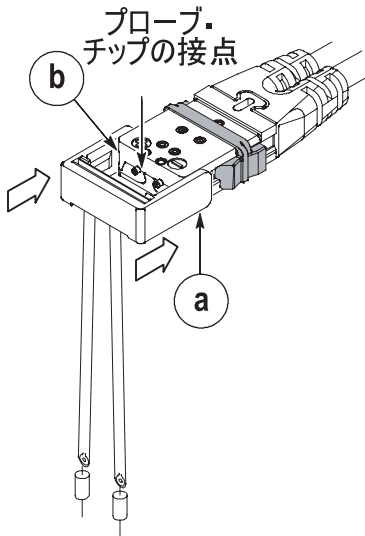

図 5 : Tip-Clip アセンブリの取付け
- a. Tip-Clip アセンブリの側面をつかみ、プローブ・チップの後方にスライドさせます。Tip-Clip アセンブリがプローブ・チップの段付き部分を越えてカチッと音がすれば、アセンブリが正しくセットされています。図 5 を参照してください。